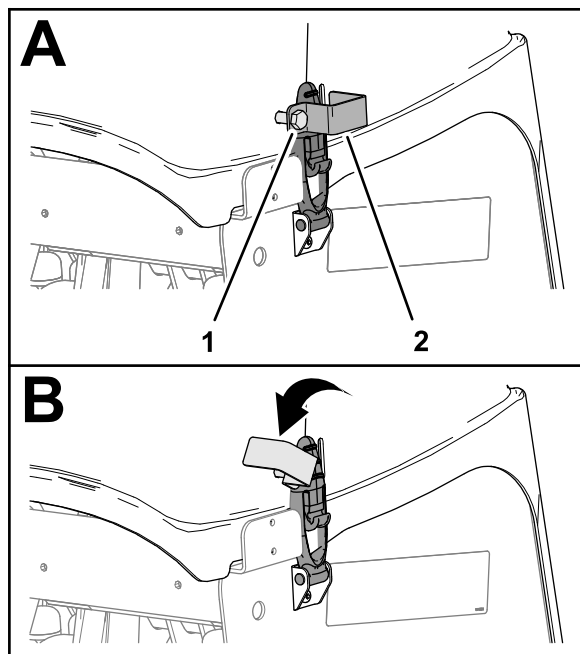

Figure 138
1. Si la machine est équipée des verrous CE, desserrez le boulon de la plaque de verrouillage jusqu'à ce que celle-ci passe la fente dans le côté du capot de la tête d'aération (Figure 138).
2. Faites pivoter la plaque de verrouillage pour qu'elle passe le verrou (Figure 138).